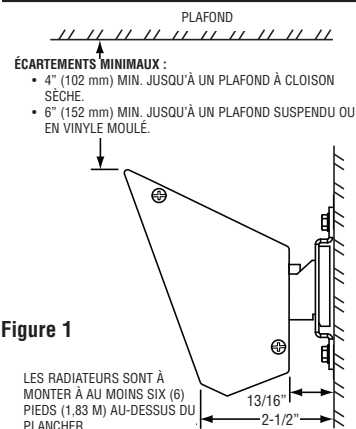
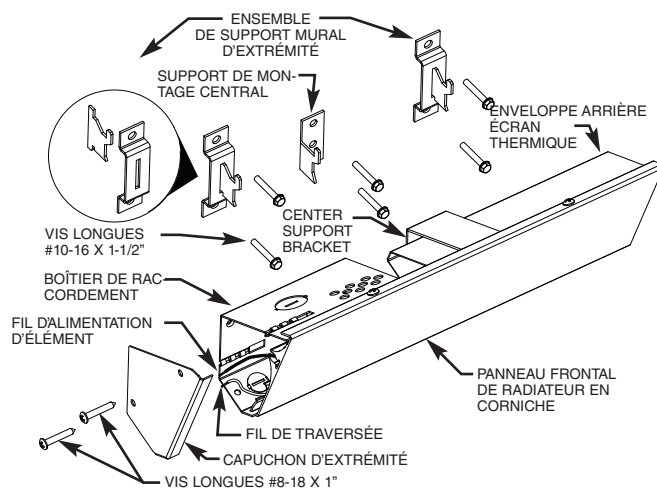

Figure 1
Figure 3
7. Les écartements minimaux qui suivent doivent être respectés (voyez les Figures 1 et 4) :
1. Sélectionnez la distance de montage correcte depuis le matériau de plafond à la Figure 1. En utilisant le Tableau 1 déterminez la distance de centre à centre des supports muraux d'extrémités pour le modèle (puissance) concerné par le montage. Divisez cette valeur par 2 pour déterminer l'emplacement approprié où sera monté le support mural central. Marquez discrètement ces emplacements sur le mur qui sera porteur. Localisez un poteau mural au plus près du marquage de support mural central. Utilisez ce poteau comme emplacement pour le support (en négligeant le marquage d'origine porté précédemment). Assemblez les supports muraux d'extrémités comme c'est montré en Figure 3.
7. Fixez les capuchons d'extrémité (qui se trouvent dans le sac de pièces) comme c'est montré en Figure 3.